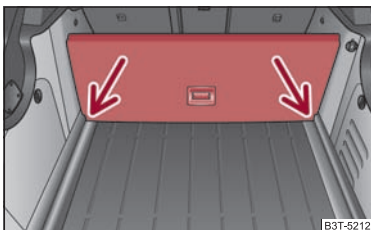

Fig. 88 Spațiul pentru bagaje: Compartimentarea portbagajului cu podeaua variabilă
- Ridicați partea podelei cu mânerul și asigurați-o prin introducerea în caneluri ⇒ fig. 88. ■